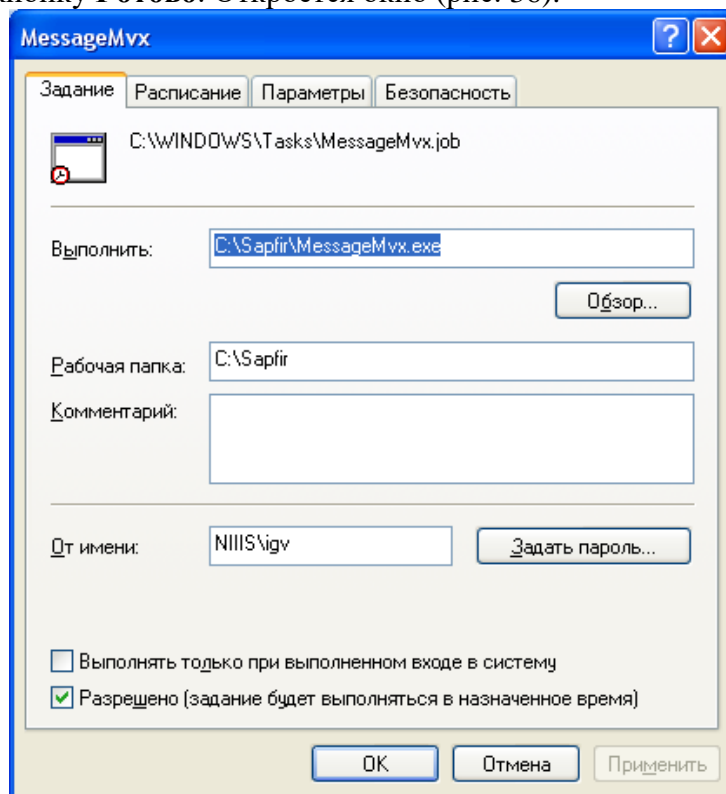
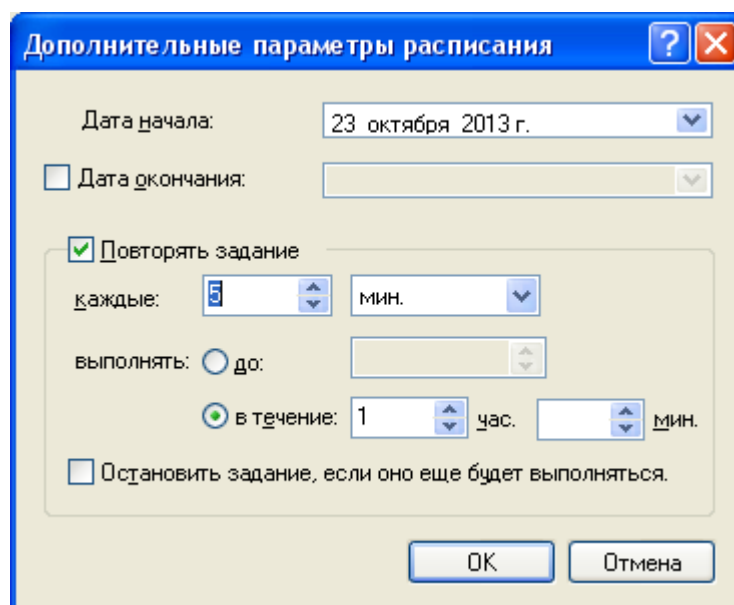

Рис. 36.
Рис. 38.
8) Установите флажок **Установить дополнительные параметры после нажатия кнопки "Готово"** и нажмите кнопку **Готово**. Откроется окно (рис. 36).
- 2) Перейдите на вкладку **Расписание** (см. рис. 36) и нажмите кнопку **Дополнительно**. Откроется окно (рис. 38).